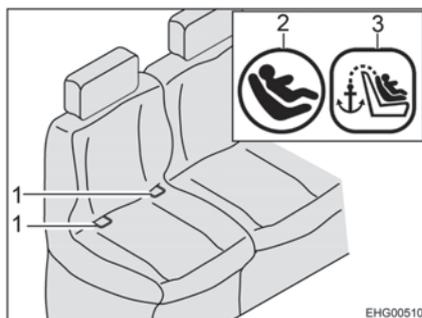
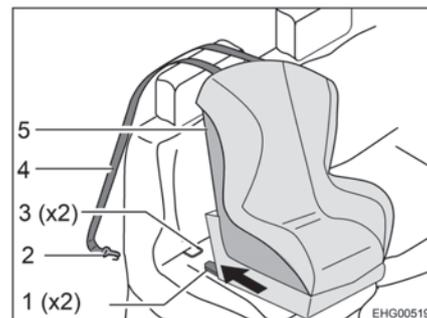

Fig. 8 Asiento con ISOFIX
Fig. 9 Fijación con Top Tether
- Dejar que los brazos de enganche (Fig. 9,1) engatillen en los puntos de anclaje (Fig. 8,1 y Fig. 9,3). En esto, se deberá oír un clic distintivo.
- Con un fuerte tirón verificar que el asiento infantil (Fig. 9,5) esté firmemente fijado.
- Pasar la correa Top Tether (Fig. 9,4) sobre el reposacabezas del asiento del vehículo.
- Enganchar el gancho de fijación (Fig. 9,2) en el punto de anclaje en el lado trasero del asiento del vehículo.